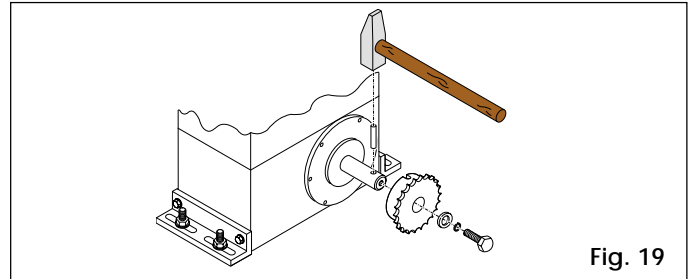

Fig. 19
4.5.1. MOD. 746 EMC CAT (Fig. 19 et 20)